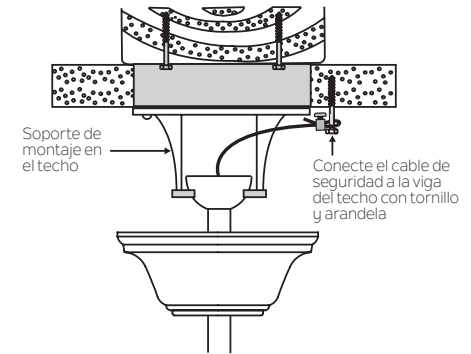

Fig. 11
**Paso 1.** Fije el tornillo de madera y las arandelas provistos a la viga del techo junto al soporte de montaje, pero no apriete. (Fig. 11)